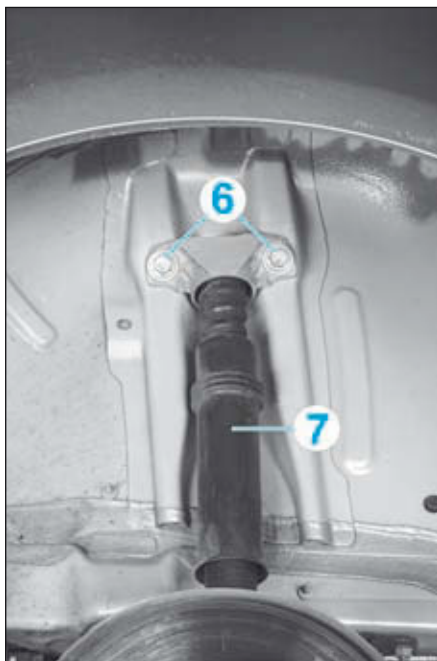

FIG.49
- Déposer les vis supérieures (6) de l'amortisseur (Fig.49).
- Déposer l'amortisseur arrière (7).